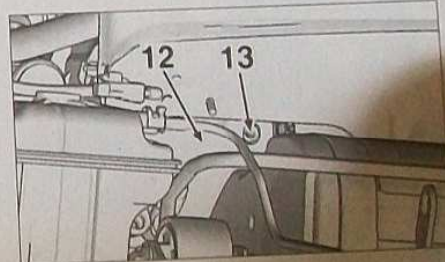

FIG. 6
Déposer l'obturateur situé sur l'ajour (12) et la vis (13) (Fig.6)